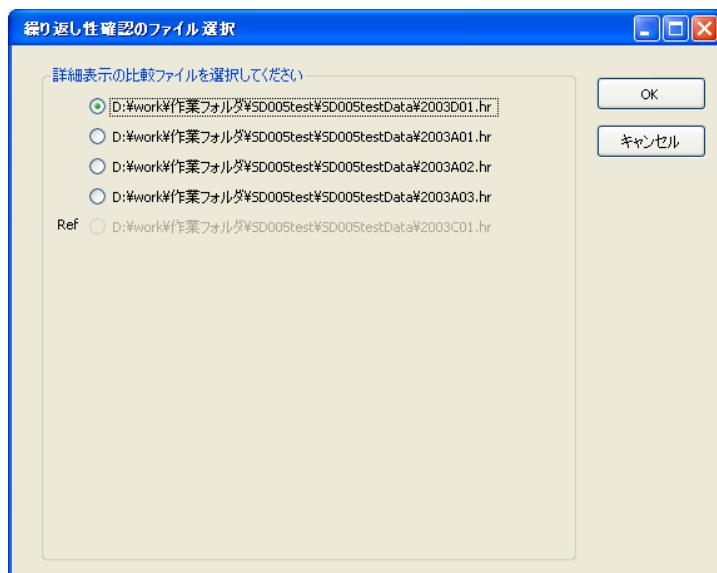

図 4-46 繰り返し性確認のファイル選択
- ⑩ 手順 6 で繰り返し性の確認リストを選択したときには、図 4-46 の「繰り返し性確認のファイル選択」ダイアログボックスが表示されます。印刷する比較対象ファイルを選択して「OK」ボタンをクリックします。